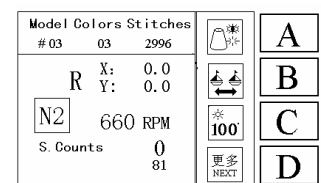
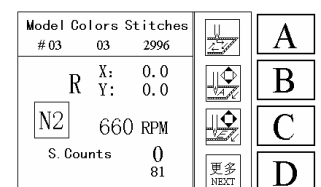
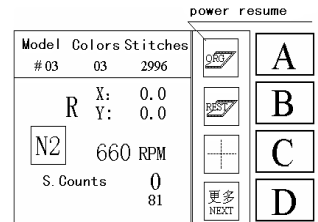
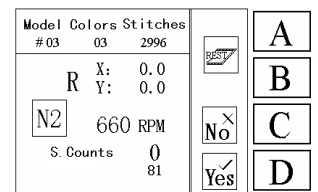

Fig. 7.8.1
Fig. 7.8.2
Fig. 7.8.3
Fig. 7.8.4
1. No estado de funcionamento (Fig.3.2.1) pressione a tecla  uma vez para mostrar a Fig.7.8.1.
2. Na Fig.7.8.1, pressione a tecla **D** uma vez para mostrar a Fig.7.8.2.
3. Na Fig.7.8.2, pressione a tecla **D** uma vez para mostrar a Fig.7.8.3. Pressione a tecla  uma vez e retorne à tela do estado de funcionamento (Fig.3.2.1).
4. Na Fig.7.8.3, pressione a tecla **B** uma vez para mostrar a Fig.7.8.4. Pressione a tecla  uma vez e retorne à tela do estado de funcionamento (Fig.3.2.1).
5. Na Fig.7.8.4, pressione a tecla **D**. O quadro retornará automaticamente à posição do ponto quando ocorreu a queda de energia. Pressione a tecla **C** e retorne à tela da etapa 4 (Fig.7.8.3).